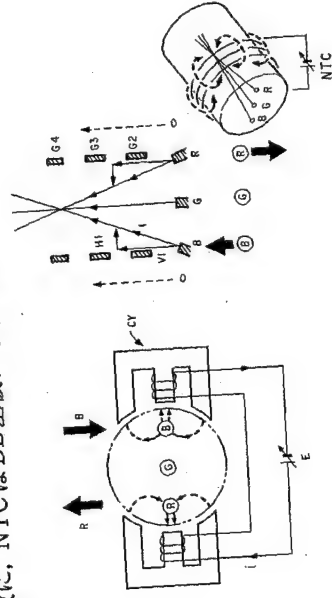

図 21
X 軸方向の縦方向ミスコンはコンバーゼンヨーク (CY) を使用しています。図 21 は CRT Neck 後方より見た図であり R, B のビームが CY にて縦方向に差動で動くことがわかります。G Beam は図のよう HI 成分 (B, R は方向は逆) 的には B, R Beam は図のよう HI 成分 (B, R は方向は逆) を持つので NTC の磁束は G Beam には平行で影響はありませんが, B, R Beam は縦方向 (力方向は逆) に移動します。補正波形発生回路は DB 基板で, また出力 AMP は EB 基板に, NTC は DB 基板にあります。
図 21 は CRT Neck 後方より見た図であり R, B のビームが CY にて縦方向に差動で動くことがわかります。G Beam は図のよう HI 成分 (B, R は方向は逆) 的には B, R Beam は図のよう HI 成分 (B, R は方向は逆) を持つので NTC の磁束は G Beam には平行で影響はありませんが, B, R Beam は縦方向 (力方向は逆) に移動します。補正波形発生回路は DB 基板で, また出力 AMP は EB 基板に, NTC は DB 基板にあります。